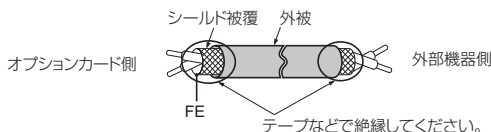

図 23 シールド線の末端処理
6. 図 23 と図 24 を参考に電線の末端を処理してください。配線時の締め付けトルクについては、「電線サイズと締め付けトルク」(38 ページ) を参照してください。すべての電線が確実に固定されているか、電線の被覆が端子台の挿入部に噛み込んでいないかを確認してください。また、はみ出した心線はすべて切断してください。